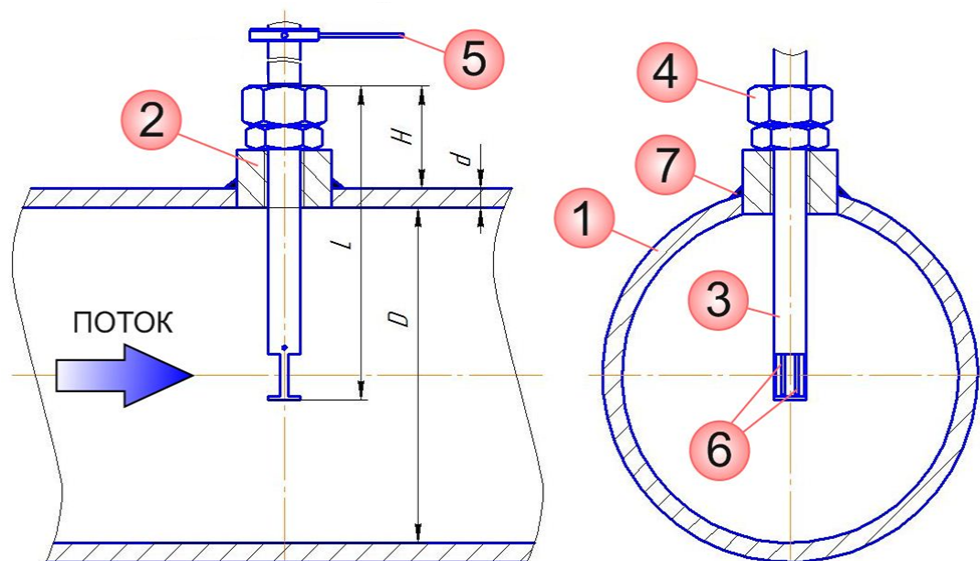

Рисунок 2.3 – Монтаж расходомера на трубопровод
- Вырезать отверстие в трубопроводе (1) равное внешнему диаметру (**см. приложение А**) бобышки (2) (**см. рисунок 2.3**)
- При погружении расходомера (3), обратите внимание на направление стержня (5) на штанге расходомера (3), направление стержня (5) должно совпадать с направлением движения потока в трубопроводе (1) (**см. рисунок 2.3**). Отклонение между направлением движения потока и направления стержня (5) должно составлять не более 20°. Обратите внимание на глубину погружения расходомера (3), терморезистивные элементы (6) после погружения должны находиться в центре трубопровода (1) (**см. рисунок 2.3**). Расстояние L, на которое необходимо погрузить расходомер (3) (**см. рисунок 2.3**), можно посчитать по формуле (2):
- Маркером сделать отметку на штанге расходомера (3) (**см. рисунок 2.3**). Расстояние L откладывать от конца штанги.
- Аккуратно вкрутить расходомер (3) в бобышку (2) таким образом, чтобы отметка на штанге (3) была на уровне верхней поверхности гайки (4).